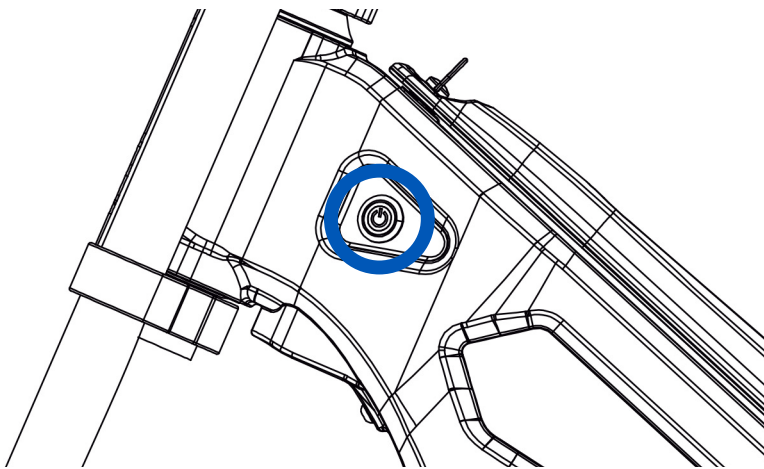

Fig. 12
- 1- Presione el botón de apagado situado en el lateral izquierdo de la parte superior del chasis (Fig. 12).